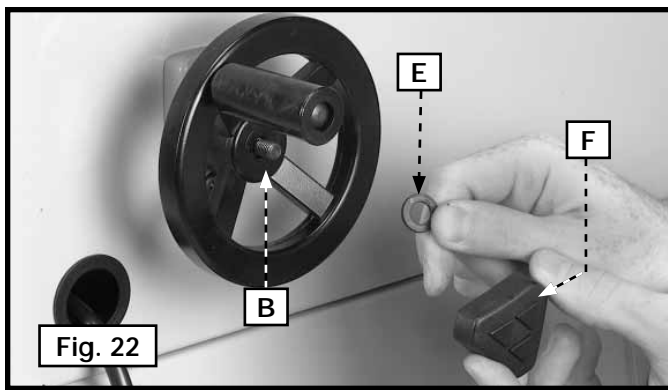

Fig. 22
2. Insérer une rondelle plate en nylon de 10 mm (E) sur la tige (B) puis visser la poignée de blocage (F) sur la tige.
3. Assembler le volant (G, fig. 22) servant à lever la lame sur le devant de la table de scie de la même façon.